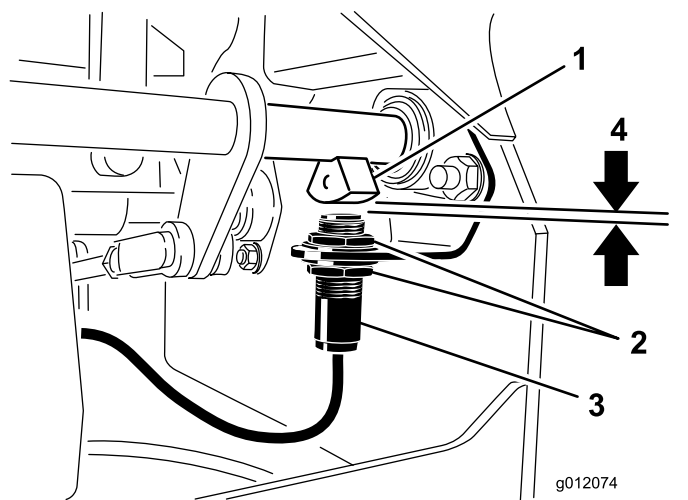

Figure 60
4. Montez ou descendez le contacteur sur le support jusqu'à ce qu'une distance de 3,9 mm (5/32 po) sépare le capteur d'arbre de frein et le plongeur du contacteur (Figure 60).